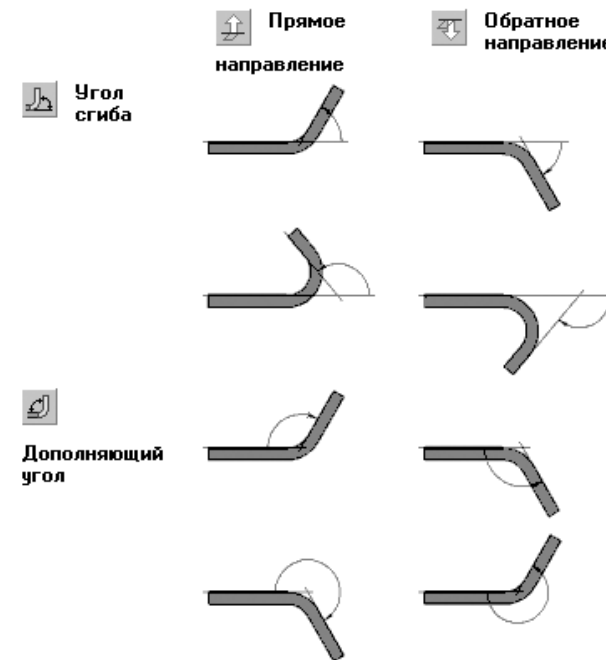

Рис. 7.21. Схема построения сгиба в зависимости от направления отсчета и интерпретации угла
- направление отсчета угла**. В левой части вкладки находятся две кнопки: **Прямое направление** – и **Обратное направление** – . На рис. 7.21 приведена схема построения сгиба в зависимости от направления отсчета и интерпретации угла.